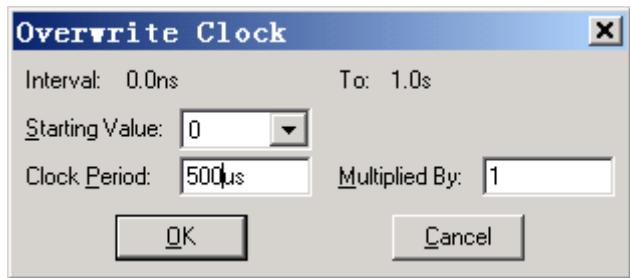

图 3.11 时钟周期设置对话框
- 设置信号周期。鼠标左键单击工具 条中就可以打开如图 3.11 所示的对话框，输入所需的时钟周期。（若未在步骤 a 中正确设定“Snap to Grid”菜单项，该对话框中的“Clock Period”栏为灰色，无法输入所需的时钟频率）；